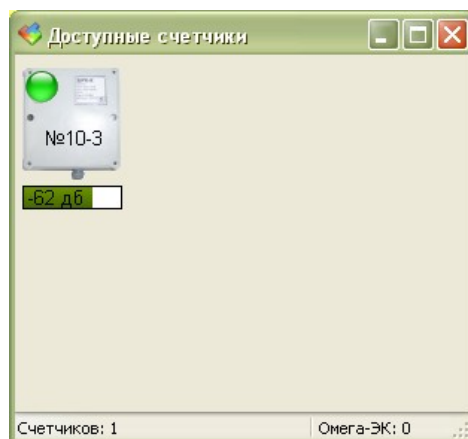

Рисунок 31 - Доступные БРК-К
6) Нажать на кнопку «Счетчики». Откроется окно с доступными блоками с радиоканалом 433 МГц (рисунок 31). Проверить уровень принятого сигнала от БРК-К, который должен быть не менее -85 дБ.